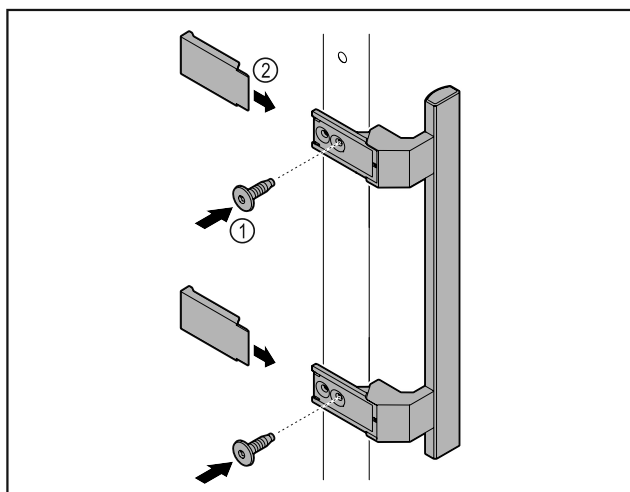

Fig. 51
- ▶ Madlo z příloženého příslušenství upevněte na dveře pomocí příložených šroubů Fig. 51 (1).
- ▶ Nasadte kryt Fig. 51 (2).